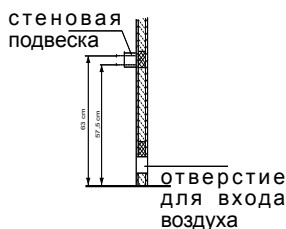

Рис. 2
1. Крепко привинтите стеновой держатель при помощи прилагаемых винтов для древесно-стружечных плит к стенке кабинки посередине над отверстием для входа воздуха согласно рис. 2 + 3.